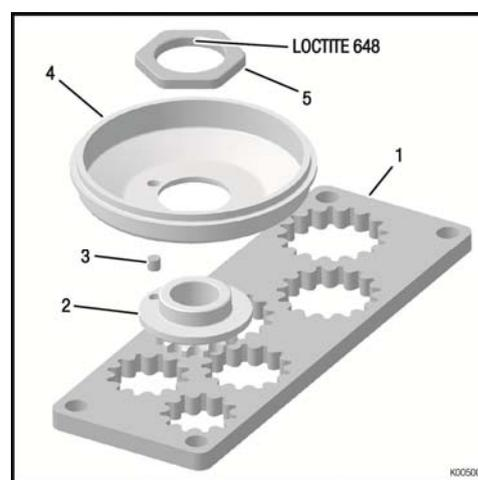

Fig. 4
- ➡ ニードルゲージ(pos. 9)、プレーンベアリング(pos. 10)にグリースを塗って下さい。
- ➡ 六角ネジ(pos. 14)のネジ山に LOCTITE243 を塗って下さい。
- ◆ 注釈: 11T を取付けるときはより小さなスラストワッシャー(pos. 13)が必要です。
- ➡ スラストワッシャー(pos. 13)と六角ネジ(pos. 14)を取付、規定トルク 60Nm で締付けて下さい。
sproケット(pos. 2)はクラッチドラム(pos. 4)に六角ネジ(pos. 5)で組付けられ、ニードルピン(pos. 3)で留められております (Fig. 4 参照)。sproケットを交換する時にはsproケット固定工具(pos. 1, 部品番号 277364)が必要です。交換方法は下記の手順です。